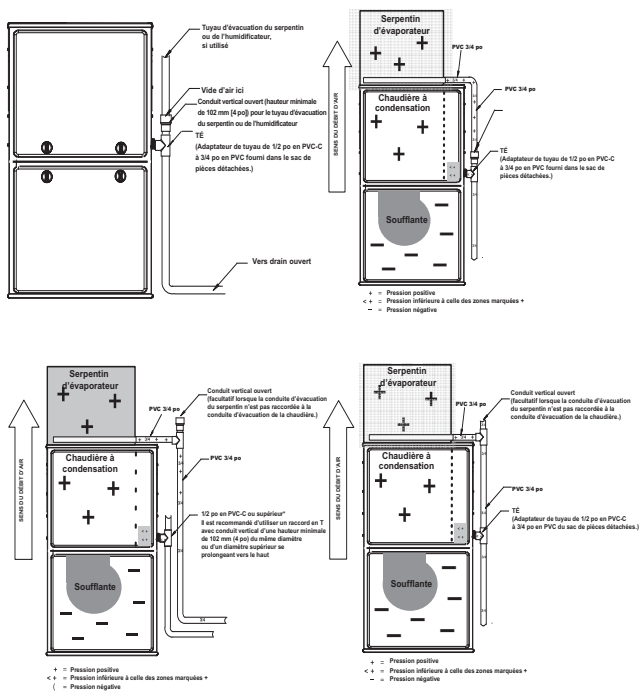

Fig. 12 – Exemple de fixation au drain sur le terrain
- Toute conduite d'évacuation est en PVC d'au moins 3/4 po et il existe un té de refoulement dans la partie supérieure de la conduite d'évacuation de condensat, comme illustré à la Fig. 12.